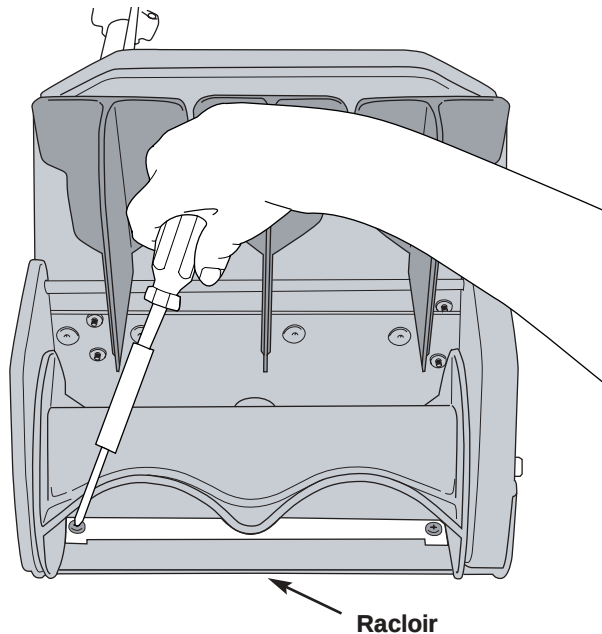

Fig. 9
1. Placez la souffleuse à neige sur le sol ou un établi. Positionnez l'appareil de façon à ce que les aubes et le rotor soient tournés vers le haut (Fig. 9).
2. Sous le rotor, repérez puis retirez les trois (3) vis, qui retiennent le racloir au boîtier, à l'aide d'un tournevis à lame plate ou d'une mèche no. T20 Torx (Fig. 9).